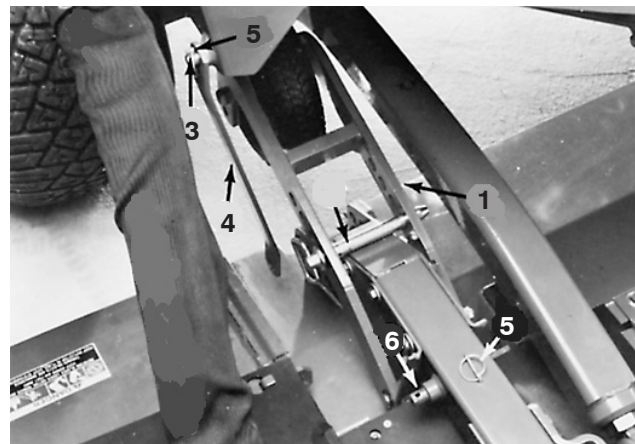

Bild 61
5. Stecken Sie das Mähwerkklappverbindungsteil über das Schweißteil rechts an der Zugmaschine und befestigen Sie es mit dem Klemmstift. Positionieren Sie das Verbindungsteil, sodass es beim Anheben des Mähwerks keine Berührungsstellen aufweist. Der andere Klemmstift sollte bereitliegen, sodass Sie die andere Seite des Verbindungsteils am Mähwerkarmschweißteil befestigen können (Bild 61).